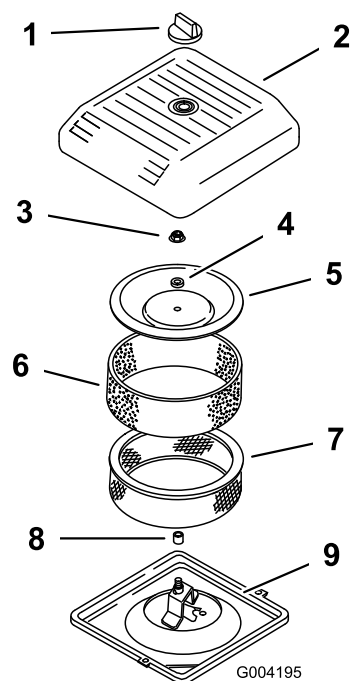

Figura 44
3. Svitare la manopola e togliete il coperchio del filtro dell'aria (Figura 44).
4. Fate scorrere attentamente il prefiltro in schiuma sintetica fuori dall'elemento di carta (Figura 44).
5. Svitare il dado del coperchio e togliete il coperchio, il distanziale e il filtro di carta (Figura 44).
2. Montate il gruppo filtro dell'aria sulla relativa base (Figura 44).
3. Montate il coperchio, il distanziale e fissatelo con il dado del coperchio (Figura 44). Serrare il dado ad una coppia di 11 Nm.
4. Montate il coperchio del filtro dell'aria e fissatelo con la manopola (Figura 44).